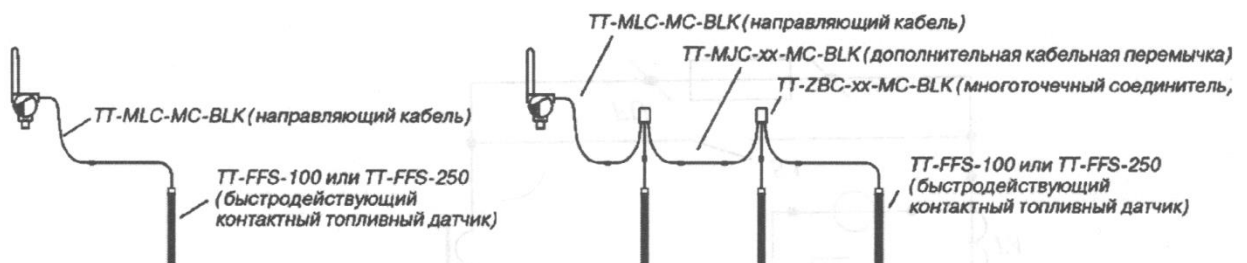

Рис. 17.
- многоточечных соединителей (ТТ-ZBC-МС-BLK) (рис.17).